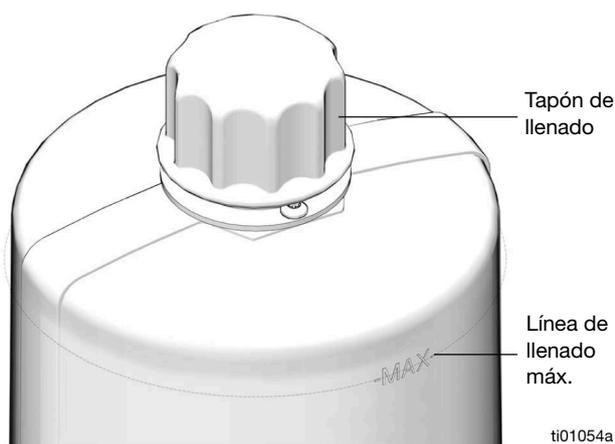

FIG. 22
- No llene en exceso (FIG. 22).
- Quite el tapón de llenado (Z) (FIG. 22).
- Vierta el aceite en el depósito hasta la línea de llenado máximo (FIG. 22).
- Vuelva a poner el tapón de llenado (Z). Apriete bien el tapón con la mano.